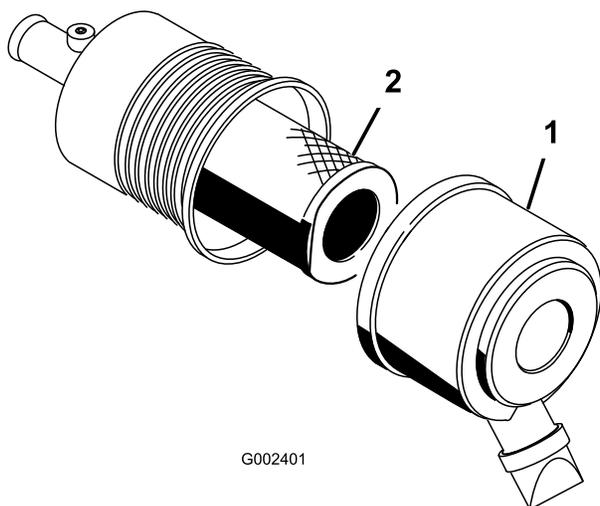

図 42
1. エアクリーナのラッチを外し、ボディーからカバーを抜き出す 図 42。
3. 次フィルタをゆっくり引き抜くようにしてエア・クリーナのボディーから外す 図 42。
6. 安全フィルタを交換する場合には、十分に注意しながら、フィルタのボディに挿入する 図 42。
7. 1次フィルタをゆっくり押し込むようにして安全フィルタの上から取り付ける 図 42。
8. 上下方向を間違えないように、エアクリーナカバーを正しく取り付け、ラッチを掛ける 図 42。